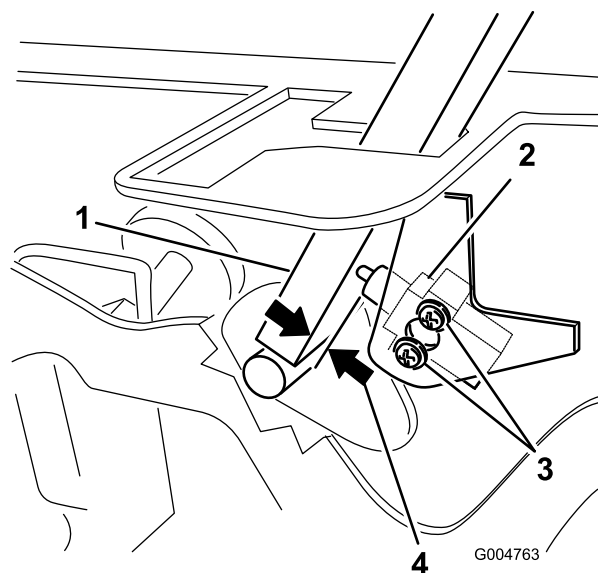

Figure 83
3. Desserrez les 2 vis de fixation du contacteur de sécurité (Figure 83).
4. Maintenez le levier de commande contre le cadre et rapprochez le contacteur du levier jusqu'à ce qu'ils soient espacés de 0,4 à 1 mm (0,015 à 0,045 po), comme montré à la Figure 83.